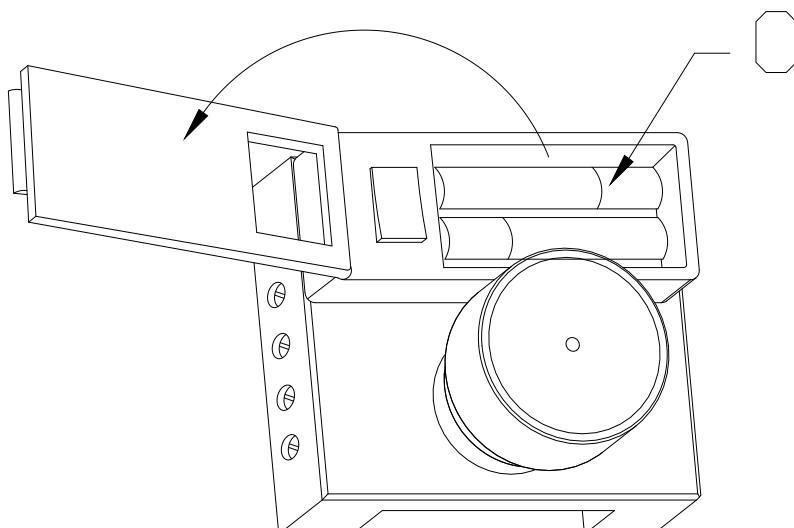

Figure 2
- Pour accéder au compartiment des piles, ouvrir le volet (voir figure 2, détail C).